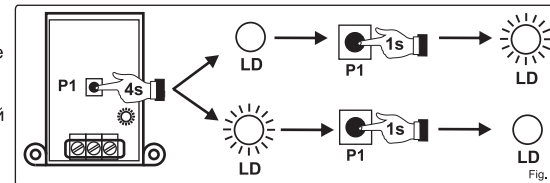

Fig. 3
- 1) Нажмите и держите нажатой кнопку P1 в течении секунд до тех пор пока световой указатель лед не включится (Рис. 3) Свет LD указывает текущий режим работы
- 1) Premere e mantenere premuto il pulsante P1 per 4 o più sec. fino a che il led LD si accende ( Fig. 3); Il led mostra il tipo di funzionamento secondo quanto indicato nel par. 4. Per modificarlo premere ancora P1 e rilasciarlo entro 1 sec., una volta rilasciato il pulsante: